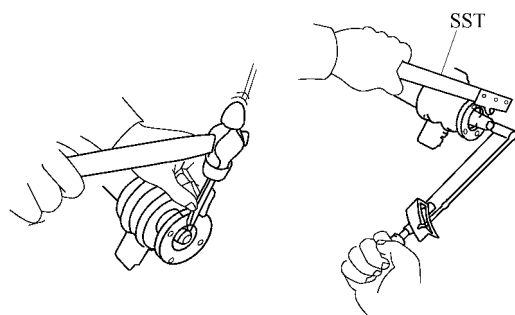

图 13-17 用锤子和冲子将螺母铆住
3) 旋松螺母，按规定力矩重新旋紧螺母，然后用锤子和冲子将螺母铆住，如图 13-17 所示。